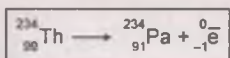

Рис. 4
2. β -распад. В неустойчивом ядре нейтрон превращается в протон, при этом ядро испускает электрон (β -частицу) и антинейтрино: $n \rightarrow p + \bar{\nu}$. При β -распаде массовое число изотопа не изменяется, поскольку общее число протонов и нейтронов сохраняется, а заряд ядра увеличивается на 1 (рис. 4).